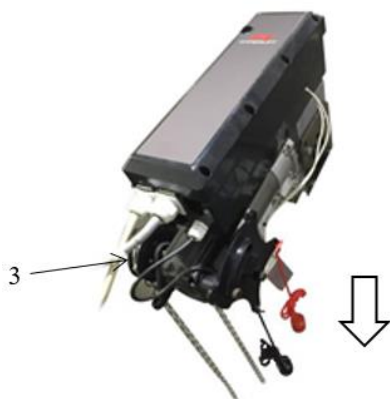

图 4
- 通过将紧急释放红色拉绳按图 4 中箭头方向拉动来移动链轮（3），从而激活紧急释放功能。